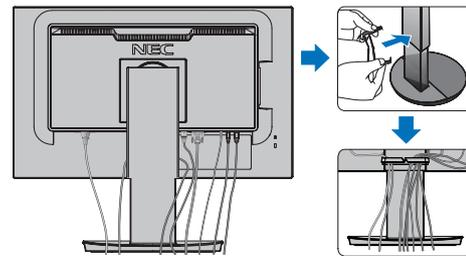
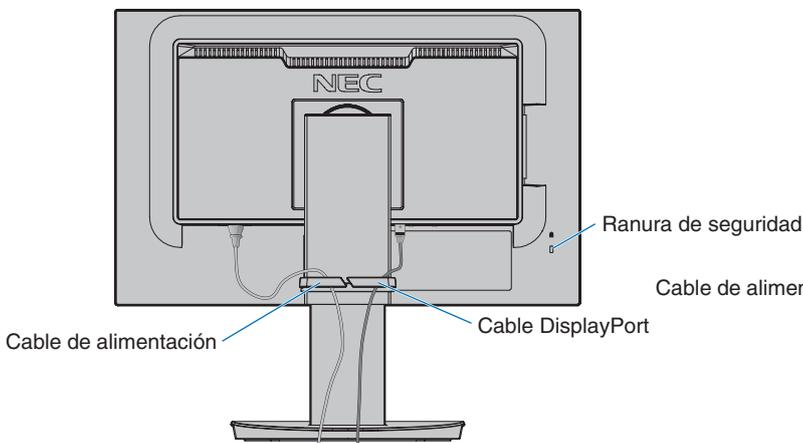
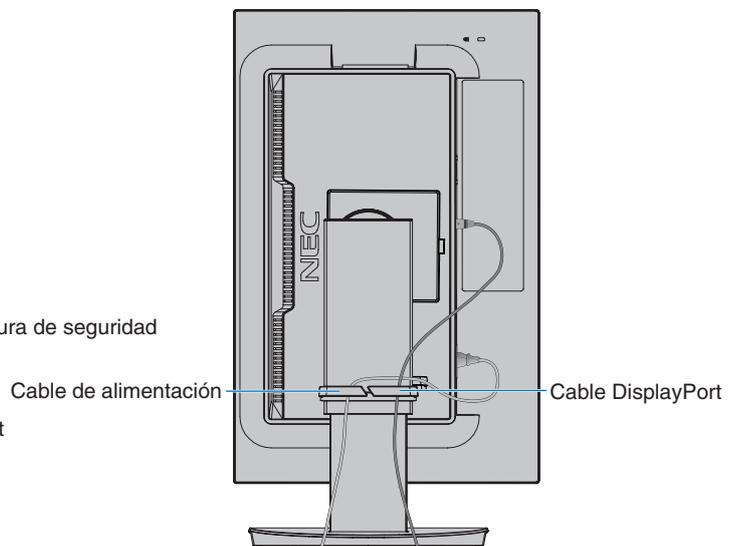

Figura C.2
Figura C.3
Figura C.4
5. Coloque el pasacables en el soporte (**figura C.2**). Sujete los cables en el pasacables y distribúyalos uniformemente (**figura C.3** y **figura C.4**).